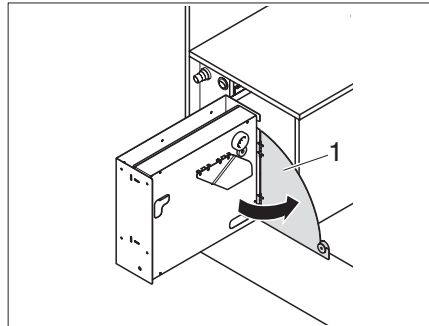

Bild 75 Seitenwand schwenken
- ▶ Seitenwand (Bild 75,1) schwenken.